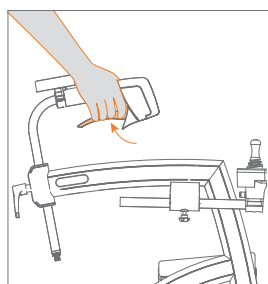

Abbildung 66: Bremsen.
- b. Ziehen Sie die Bremsgriffe zum Bremsen (**Abbildung 66**).